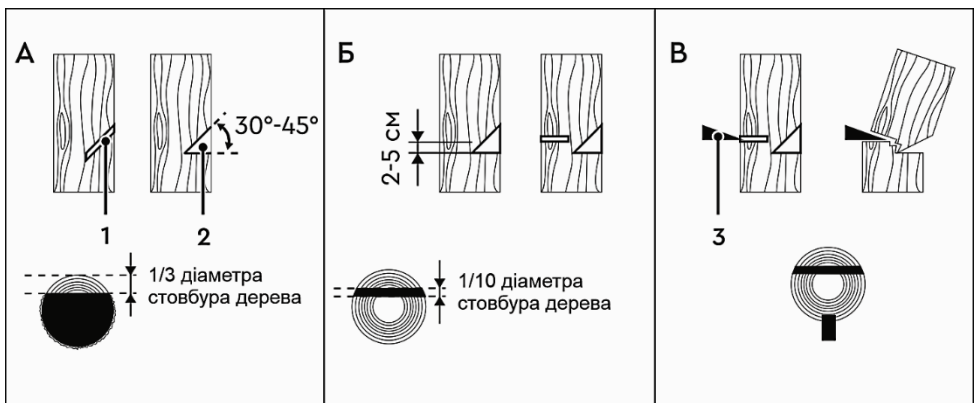

Рисунок 7
4.7.4 Виконання пропилів (рисунок 7)
Почніть пиляти дерево з того боку куди воно має впасти (1, рисунок 7-A).
Зробіть клиновидний пропили (2, рисунок 7-A) під кутом 30-45°, глибина якого приблизно дорівнює 1/3 від товщини стовбура.
Валочний розпил (рисунок 7-Б) зробіть із протилежного боку від клиновидного пропилу, помістивши зубчастий упор бензопили на стовбур на 2-5 см вище нижнього краю клиновидного пропилу. Завершіть пиляння тоді, коли до внутрішнього краю клиновидного пропилу залишиться близько 1/10 діаметра стовбура. Коли робите валочний розпил, не намагайтеся пропиляти стовбур наскрізь до клиновидного пропилу.
Частина стовбура, яка залишилася непропиляною, буде направляти його в необхідний бік. Коли дерево почне падати, зупиніть роботу бензопили та негайно відійдіть у безпечну зону. Якщо дерево не почало падати, необхідно забити клин (3, рисунок 7-В), після чого дерево почне падати в сторону клиновидного пропилу.